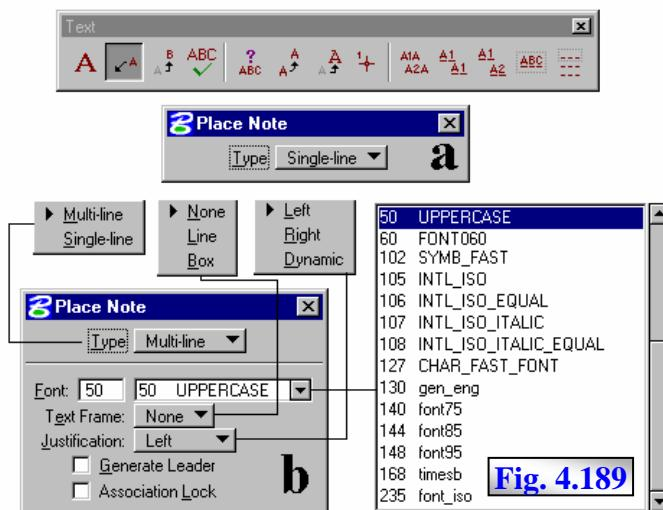

Fig. 4.189
Selecția icoanei **Place Note** din subtrusa **Text** activează fereastra de editare (introducere / modificare) a textului **Text Editor** (& 4.16.5), precum și caseta de dialog **Place Note**, fig. 4.189, prevăzută cu următoarele controale:
- lista **Type** – specifică modul de dispunere a textului : pe o singură linie (**Single-line**), fig. 4.189-a, sau pe mai multe linii (**Multi-line**), fig. 4.189-b;